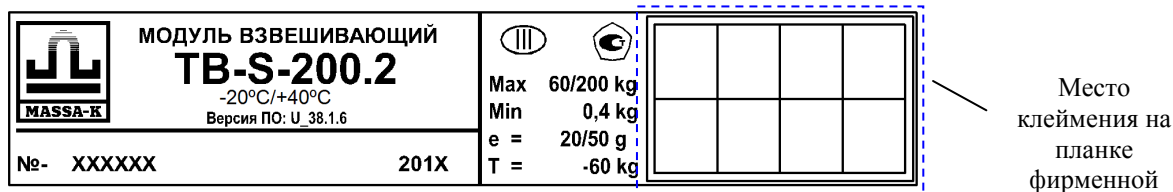
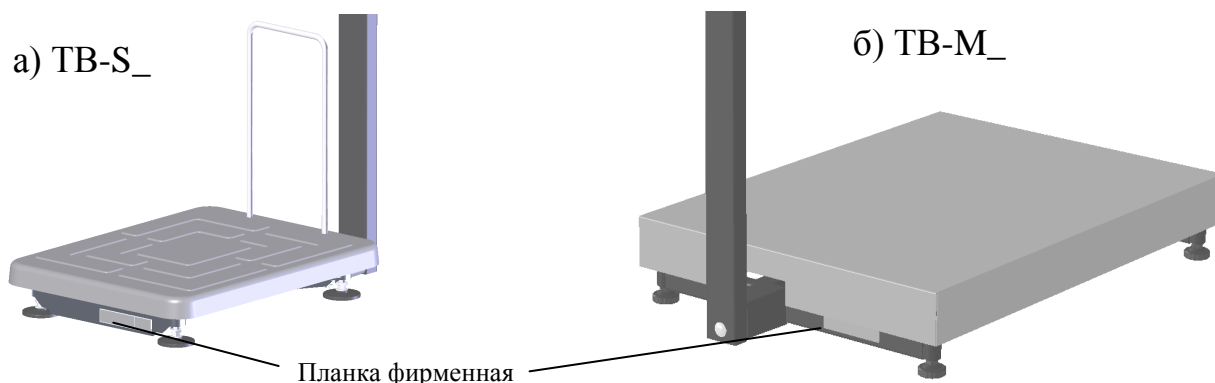

Рис. 15.1 - Планка фирменная
Рис. 15.2 - Местоположение планки
- нанести на планку фирменную модуля (Рис. 15.1, Рис. 15.2) оттиск поверительного клейма.